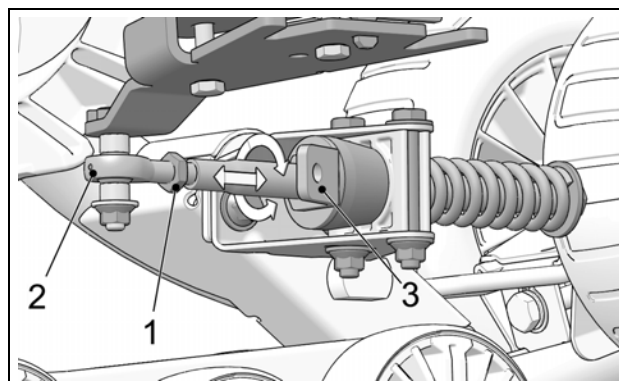

Figure 7
- Desserrer le contre-écrou (1) de l'embout à rotule. Ajuster la longueur de l'embout (2) en tournant le support de limiteur de conduite (3) au bras stabilisateur à l'aide d'une clé 30 mm [1 3/16 po] jusqu'à ce que la bulle du niveau soit parfaitement centrée. Voir la Figure 7.